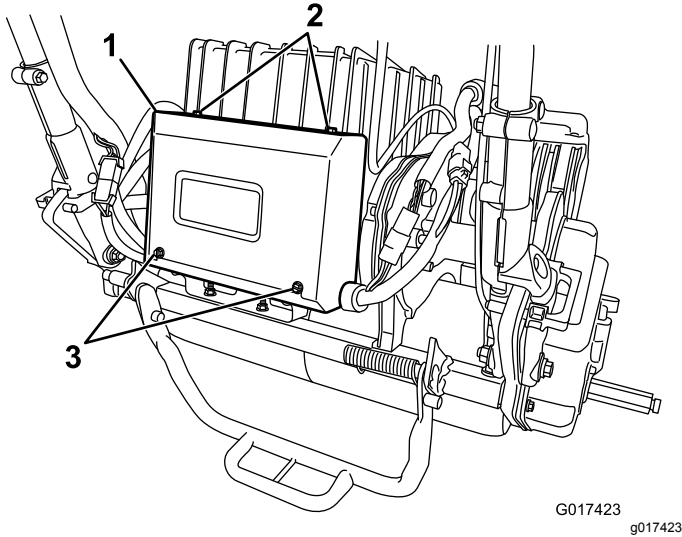

Figura 41
2. Retire los 2 tornillos traseros de la caja eléctrica, afloje los dos tornillos superiores y retire la tapa de la caja (Figura 41).